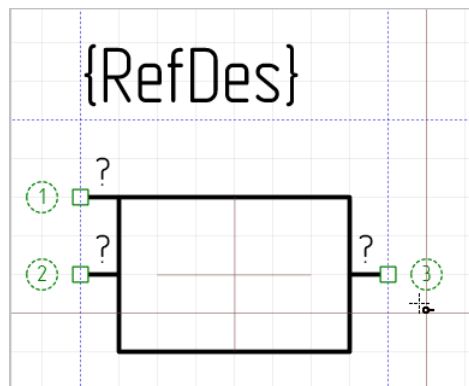

Рис. 143 Увеличение номера вывода
4. После установки одного вывода инструмент «Разместить вывод» продолжает быть активным - он готов для размещения новых выводов. Для каждого нового вывода значение его идентификатора увеличивается на единицу, после «1» будет «2», после «2» будет «3» и т.д, см. Рис. 143.